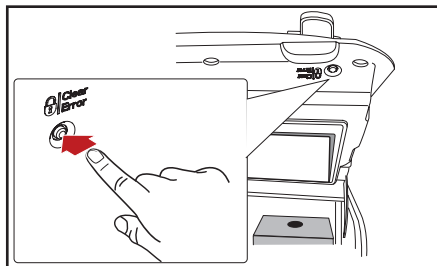

Abb. 4.7 - Taste LOCK/CLEAR-ERROR
2. Drücken Sie die Taste LOCK/CLEAR-ERROR, um die Getränkeausgabe zu blockieren (Abb. 4.7).